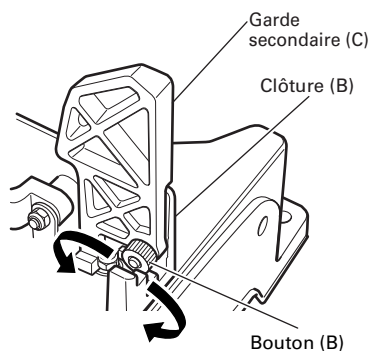

Fig. 14
Desserrer le bouton (B), puis retirer la garde secondaire (C) (Fig. 14)